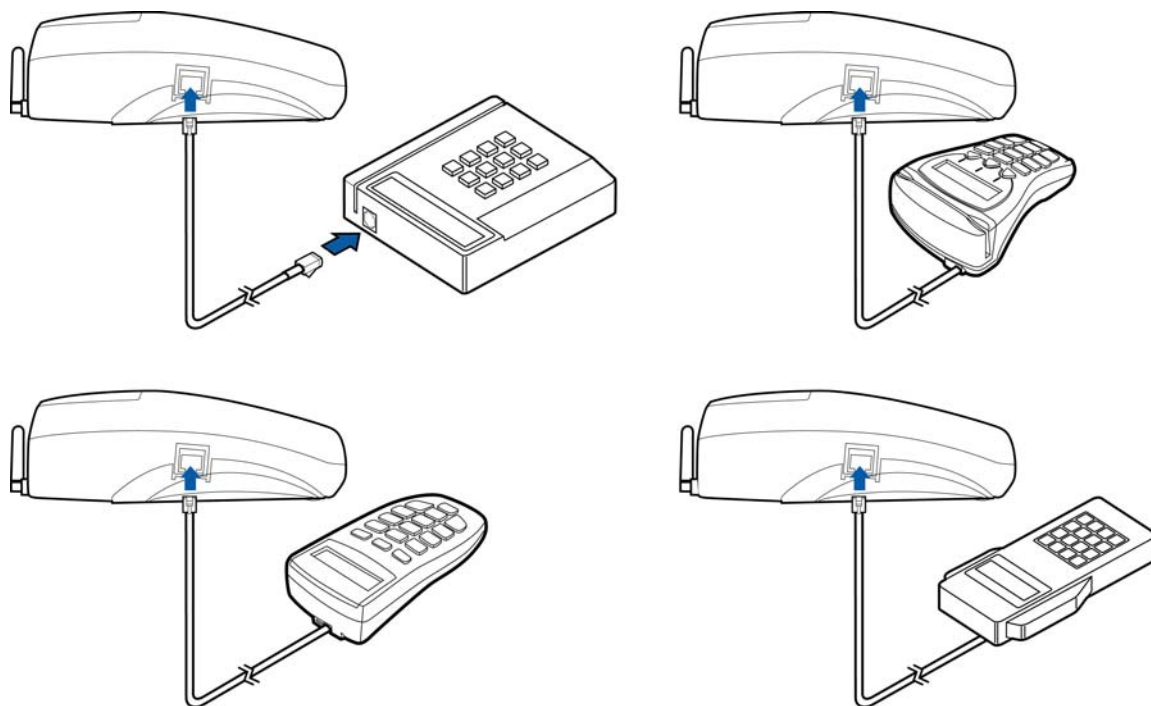

图 21 V*610 密码键盘串行端口连接示例
- 2 将密码键盘缆线另外一端的 RJ45 型大连接插头插入终端侧面的密码键盘串行端口中。图 21 是智能卡阅读器和密码键盘与密码键盘串行端口连接的示例。